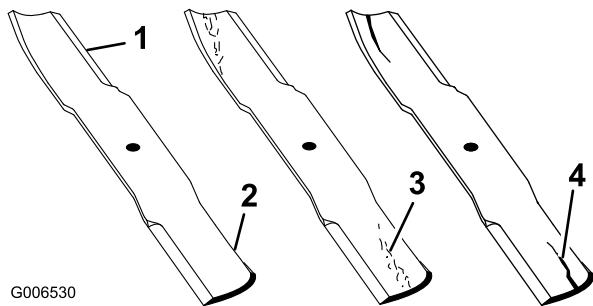

Figura 38
1. Inspecione los filos de corte (Figura 38). Si los bordes no están afilados o tienen muescas, retire las cuchillas y afílelas. Consulte Afilado de las cuchillas.
2. Inspecione las cuchillas, especialmente la parte curva (Figura 38). Si observa daños, desgaste o la formación de una ranura en esta zona (elemento 3 en la Figura 38), instale de inmediato una cuchilla nueva.